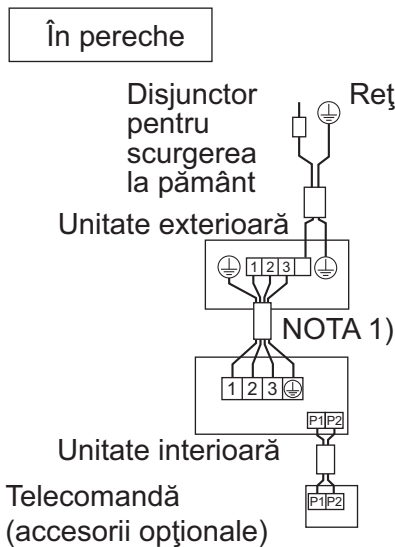

Fig. 40
- **Tip pereche:** 1 telecomandă controlează 1 unitate interioară (sistem standard). **(Consultați Fig. 40)**